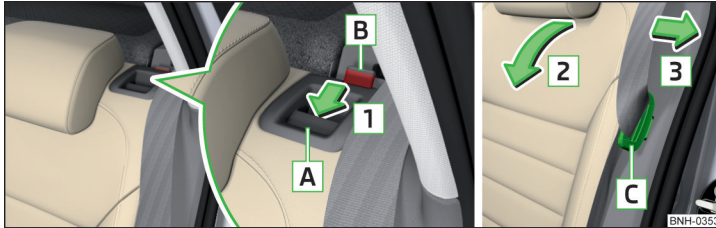

Fig. 64 Rabatarea spre înainte spătarul scaunului/tragerea centurii de siguranță spre capitonajul lateral și reglarea disponibilității centurii de siguranță
- Introduceți clema de fixare a centurii de siguranță [C] în orificiul din capitonajul lateral - Reglarea disponibilității » fig. 64.
- Introduceți elementele de fixare [C] ale centurilor de siguranță exterioare în orificiile din capitonajul lateral - Reglarea disponibilității » fig. 64.
- Trageți centura de siguranță spate exterioară înspre capitonajul lateral, în sensul săgeții [3] » fig. 64.